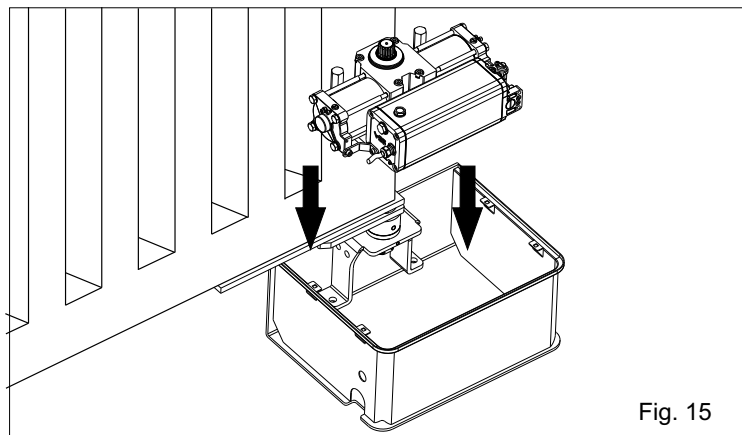
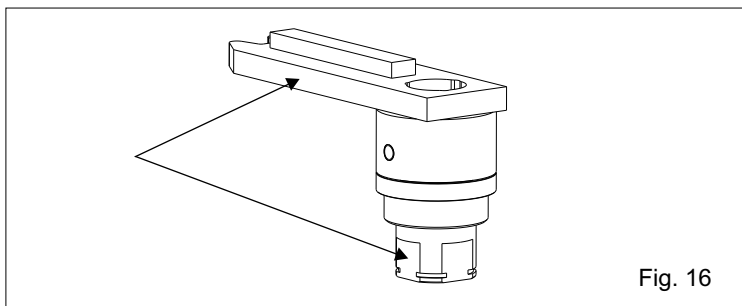

Fig. 15
Fig. 16
4.1. introducir manualmente el operador en la caja portante (Fig. 15) y insertar el árbol acanalado del operador en el eje acanalado de la caja fijando el actuador con los tornillos especiales (Fig. 16).